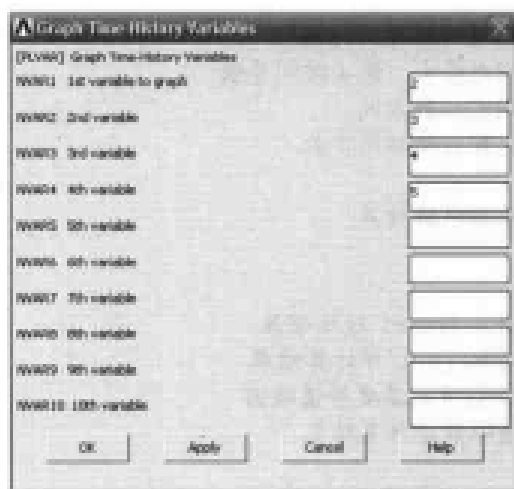

图 12-28 曲线显示时间历程变量对话框
(34) 单击 Defined Time-History Variables 对话框上的 Add 按钮, 出现 Add Time-History Variable 对话框, 选中 Nodal DOF result 单选按钮, 单击 OK 按钮, 出现 Define Nodal Data 菜单, 在文本框中输入 NODE3, 单击 OK 按钮, 出现 Define Nodal Data 对话框, 在 Name User-specified label 文本框中输入 TB, 其余选项采用默认设置, 单击 OK 按钮关闭该对话框。
(35) 单击 Defined Time-History Variables 对话框上的 Add 按钮, 出现 Add Time-History Variable 对话框, 选中 Nodal DOF result 单选按钮, 单击 OK 按钮, 出现 Define Nodal Data 菜单, 在文本框中输入 NODE4, 单击 OK 按钮, 出现 Define Nodal Data 对话框, 在 Name User-specified label 文本框中输入 TC, 其余选项采用默认设置, 单击 OK 按钮关闭该对话框。
(36) 单击 Defined Time-History Variables 对话框上的 Add 按钮, 出现 Add Time-History Variable 对话框, 选中 Nodal DOF result 单选按钮, 单击 OK 按钮, 出现 Define Nodal Data 菜单, 在文本框中输入 NODE5, 单击 OK 按钮, 出现 Define Nodal Data 对话框, 在 Name User-specified label 文本框中输入 TD, 其余选项采用默认设置, 单击 OK 按钮关闭该对话框。
(37) 单击 Defined Time-History Variables 对话框上的 Close 按钮关闭该对话框。
(38) 选择 Main Menu | TimeHist Postpro | Graph Variables 命令, 出现 Graph Time-History Variables 对话框, 参照图 12-28 对其进行设置。